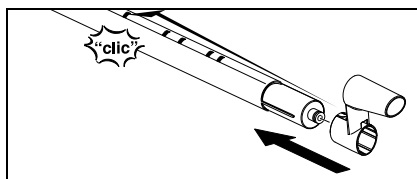

Fig. 2
- Împingeți cârligul de parcare (G3), cu butonul de deblocare apăsat, până la al doilea locaș de sus al unei țevi de prelungire (G1). Cârligul de parcare trebuie să se fixeze la eliberarea butonului de blocare (vezi fig. 2).